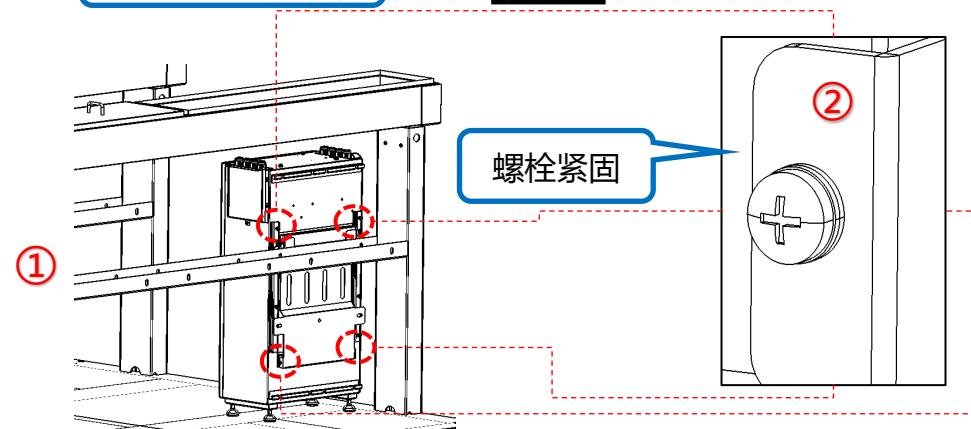

图2
2、电池安装:①首先把电池抱到与电池安装板孔对齐,如图2①所示;
②使用M5X12螺钉分别在四个位置对电池固定,如图2②所示;